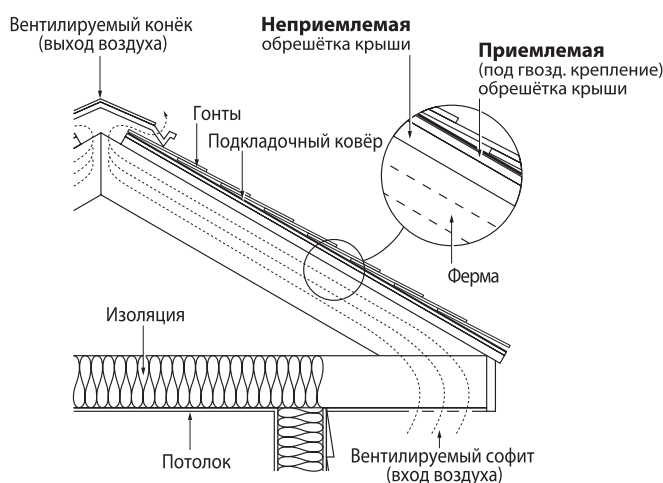
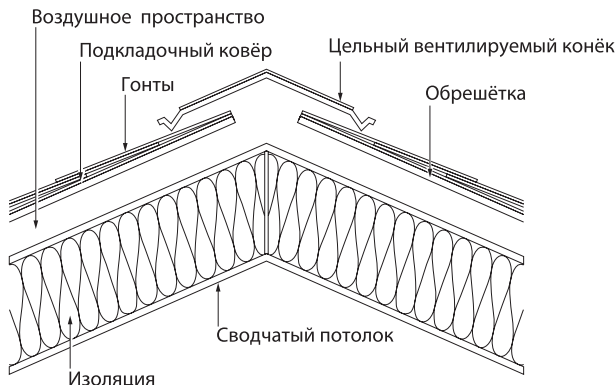

Рис. 4-2: Обрешётка, пригодная для укладки гонта, уложенная на обрешётку, укладка гонта на которую не допускается.
Рис. 4-3: Предпочтительный метод укладки при монтаже сводчатого потолка.
Целесообразно использовать не менее 9 квадратных дюймов свободной вентилируемой площади на один фут подъёма, что равняется примерно ¾ дюйма пространства. В большинстве случаев чем больше пространство для вентиляции, тем лучше, особенно при малом уклоне ската и большой длине стропил (см. также Рис. 4-3).
**ОБРЕШЁТКА ПОВЕРХ ОБРЕШЁТИ, МОНТАЖ ГОНТА НА КОТОРУЮ НЕ ДОПУСКАЕТСЯ:** Правильный монтаж материала обрешётки, пригодного для укладки гонта, поверх вышеописанного материала, не пригодного для монтажа гонта, необходим для получения приемлемой поверхности обрешётки крыши, на которую можно укладывать кровельный гонт CertainTeed. Крепление обрешётки, пригодной для укладки гонта, должно осуществляться согласно инструкциям, предоставленным производителем обрешётки, в которую будут вбиваться гвозди (см. Рис. 4-2).
На Рис. 4-2 и 4-3 показана схема конструкции, отражающая примеры кровельных систем, которые обеспечивают изоляцию материалов, считающихся «неприемлемыми» для непосредственной укладки гонтов, и которые предназначены для образования поверхности, пригодной для укладки гонтов. **Сводчатый** потолок
На Рис. 4-2 показан метод укладки, при котором обрешётка, пригодная для укладки гонта, укладывается на обрешётку, не пригодную для монтажа гонта и вентилируемую снизу надлежащим образом. На Рис. 4-3 показан предпочтительный метод укладки при монтаже сводчатого потолка, в котором предусмотрено вентиляционное пространство от софита до конька под обрешёткой, к которой прибивается гонт, и над «неприемлемой» обрешёткой.